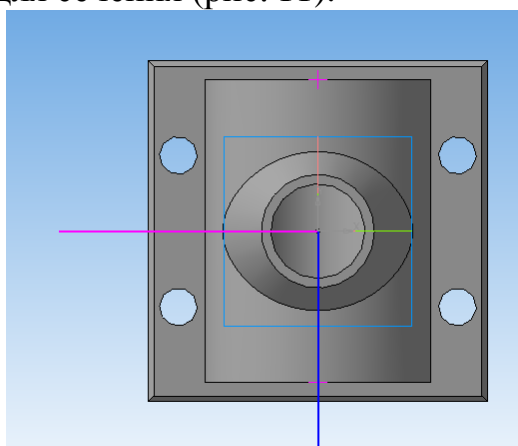

Рис. 11.
13. Создайте эскиз для сечения (рис. 11).
**Задание.** Выполнить трехмерную модель кувшина с использованием вспомогательных плоскостей (рис. 11).